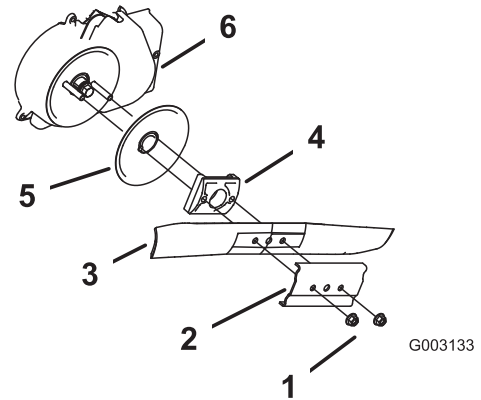

Figura 28
3. Retire las 2 tuercas de la cuchilla y el refuerzo (Figura 28).
4. Retire la cuchilla (Figura 28).
5. Retire el impulsor de la cuchilla y el disco (Figura 28).
6. Retire el protector del embrague del freno de la cuchilla (Figura 28).
10. Instale la cuchilla y el refuerzo que retiró anteriormente (Figura 28).